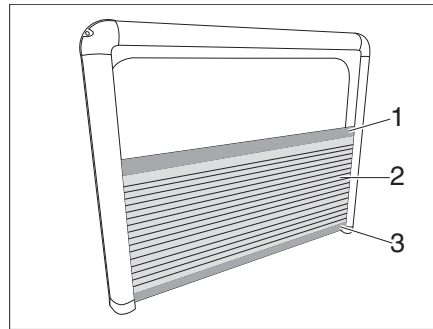

Bild 77 Rollo, plissiert
- Verdunklungsrollo (Bild 77,2) an der oberen Leiste (Bild 77,1) nach oben ziehen und untere Leiste (Bild 77,3) nach unten schieben.
- Obere Leiste (Bild 77,1) nach unten schieben. Das geöffnete Fenster ist durch das Insektenschutzgitter geschützt.
- Untere Leiste (Bild 77,3) nach oben schieben. Das geöffnete Fenster ist nicht durch das Insektenschutzgitter geschützt.